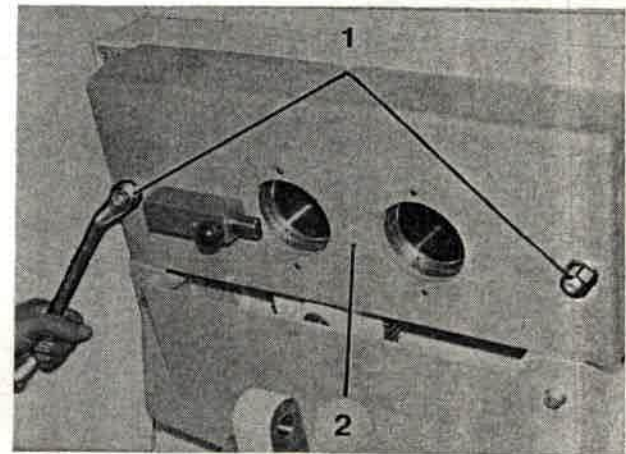

Bild 215
6. Sechskantmutter (Bild 215/1) abschrauben, Brillendeckel (Bild 215/2) abnehmen.